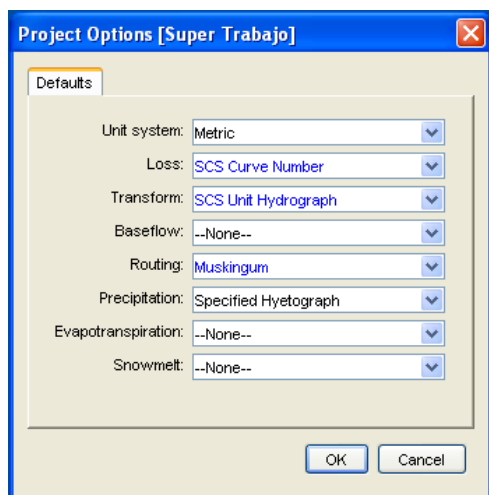

Figura 7
- 3) Una vez creado, el proyecto se carga automáticamente para trabajar con él. En este momento se deben cambiar los atributos del proyecto para que el programa tenga las opciones con las que trabajamos habitualmente. Para ello: Tools > Project Options (aparece el formulario de la figura 7).
Por tanto como se enseña en la figura 7 se marcan en el menú tools>project options las opciones: